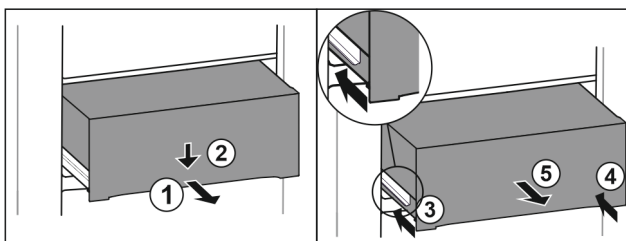

Fig. 149
- ▶ Zásuvku napůl vytáhněte. Fig. 149 (1)
- ▶ Stlačte zásuvku na přední straně dolů. Fig. 149 (2)
- ▶ Zasuňte levou kolejničku přibližně do 2 cm. Fig. 149 (3)
- ▶ Zasuňte pravou kolejničku přibližně do 2 cm. Fig. 149 (4)
- ▶ Vyjměte zásuvku dopředu. Fig. 149 (5)